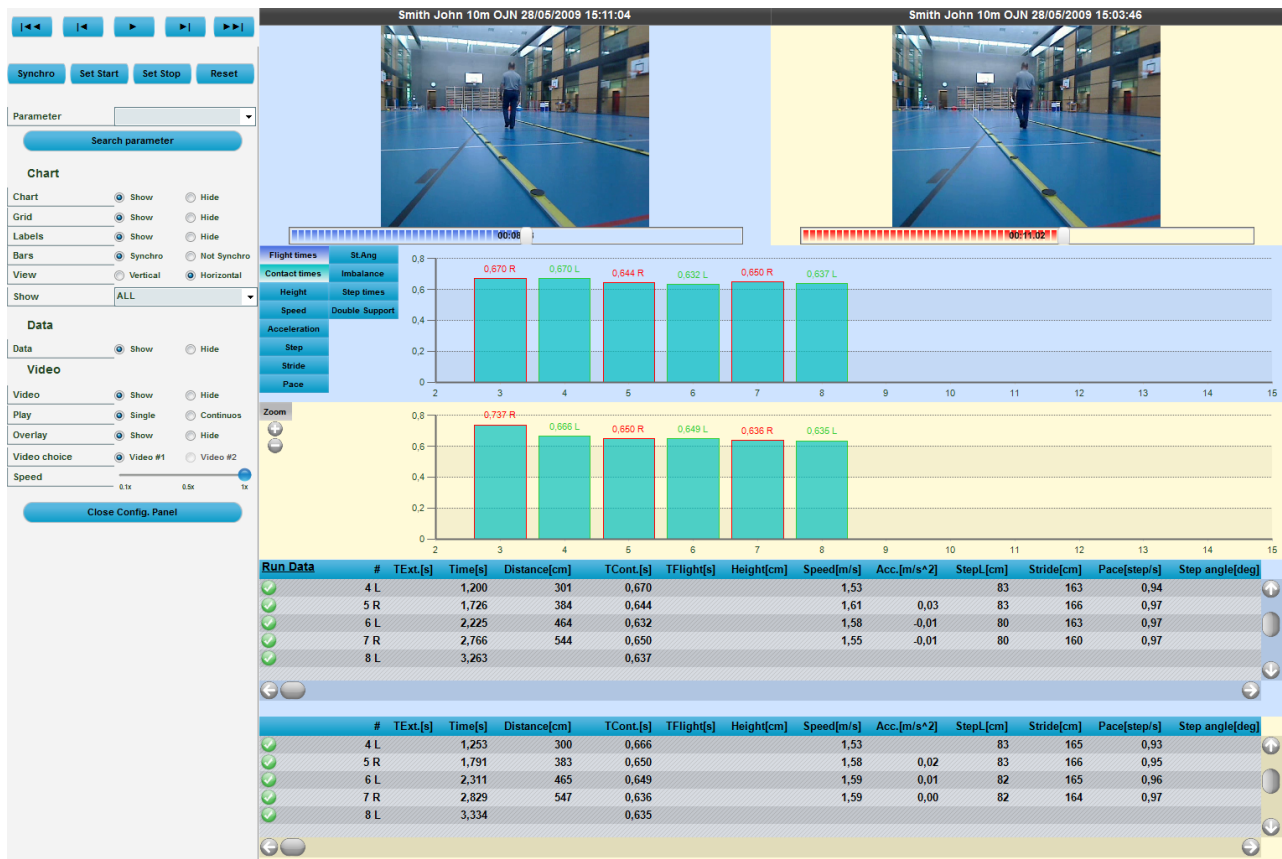

Figura 90 – Comparar
- **Visualizar:** la visualización de los datos puede ser horizontal (como en la Figura 90) o vertical. En este caso es necesario desplazar los valores numéricos de la cuadrícula en dirección horizontal.